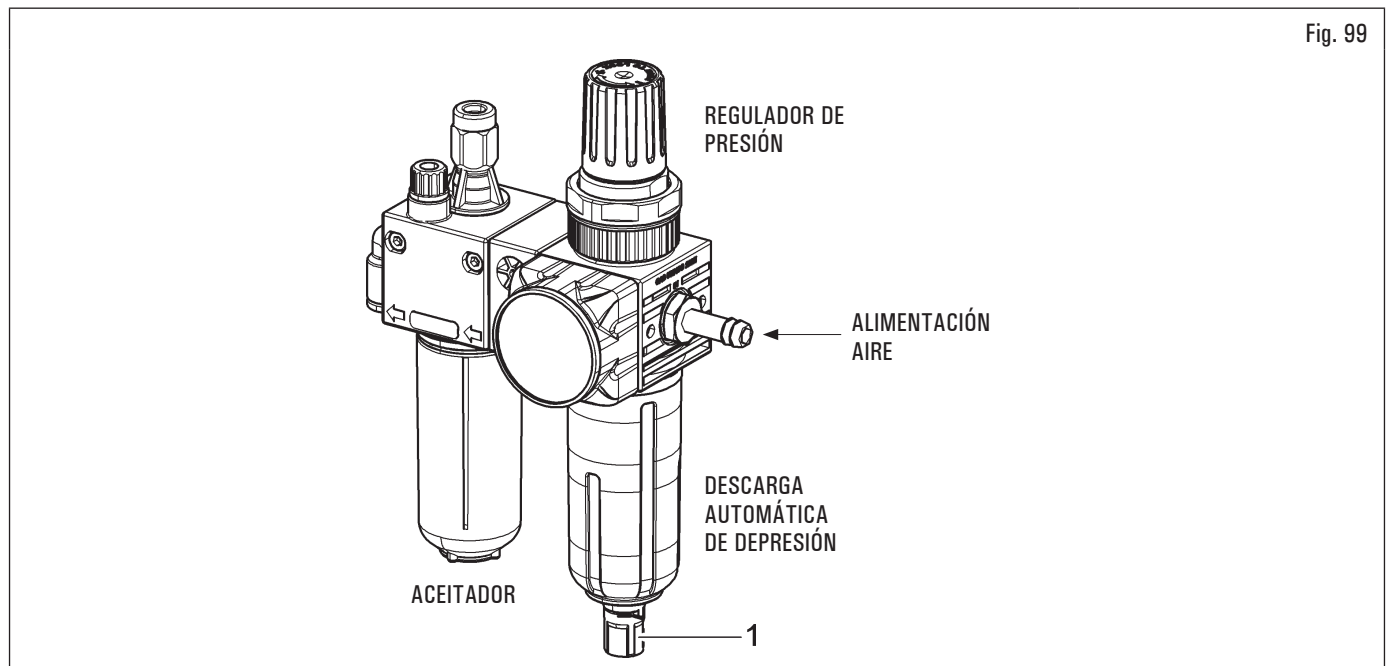

Fig. 99
- El conjunto de acondicionamiento está dotado de una descarga a depresión automática, por lo tanto no necesita de ninguna intervención manual por parte del operador (véase Fig. 99).
Para asegurar una buena funcionalidad y evitar la condensación en los conjuntos tratamiento aire con descarga semiautomática, es necesario comprobar que la válvula (Fig. 99 ref. 1), situada debajo del tapón, está en la posición correcta. Para activar una adecuada función de descarga, la tapa debe ser girada correctamente.